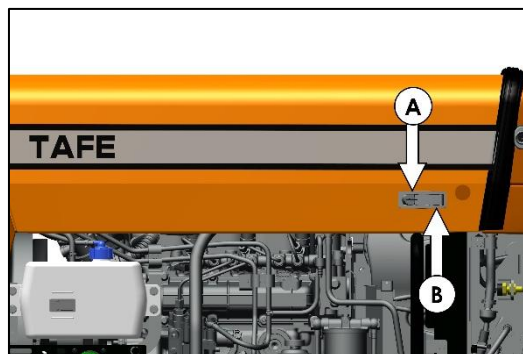

Fig. 147 : OUVERTURE DU CAPOT MOTEUR
- Pour ouvrir le capot, tourner la clé (élément A sur la figure 147) dans le sens antihoraire, puis appuyer sur le dispositif de verrouillage (élément B sur la figure 147) et soulever le capot dans le même sens (antihoraire).